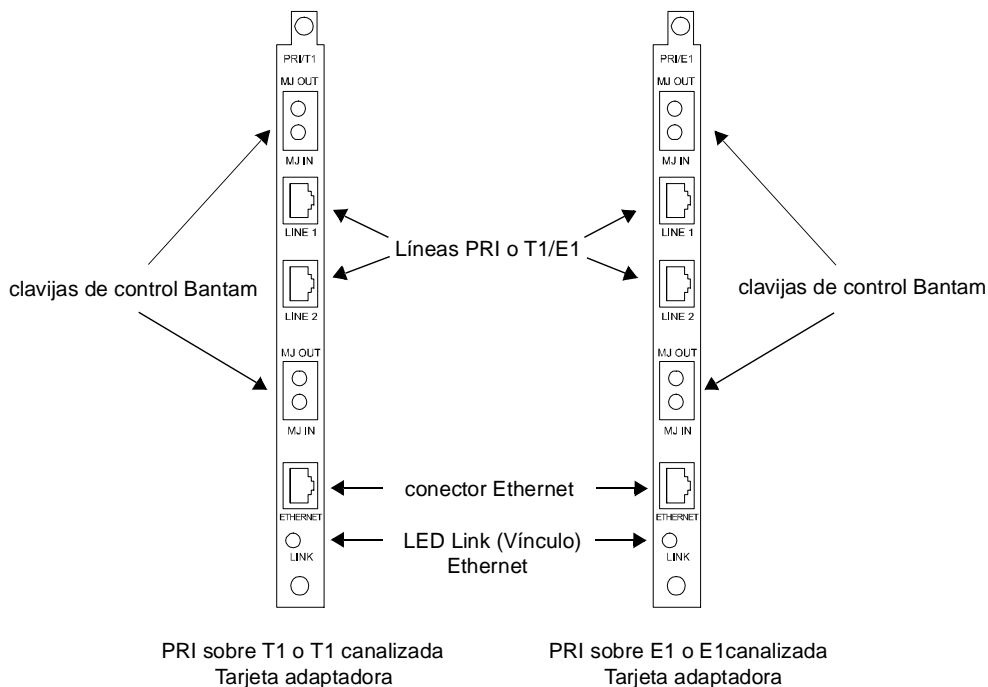
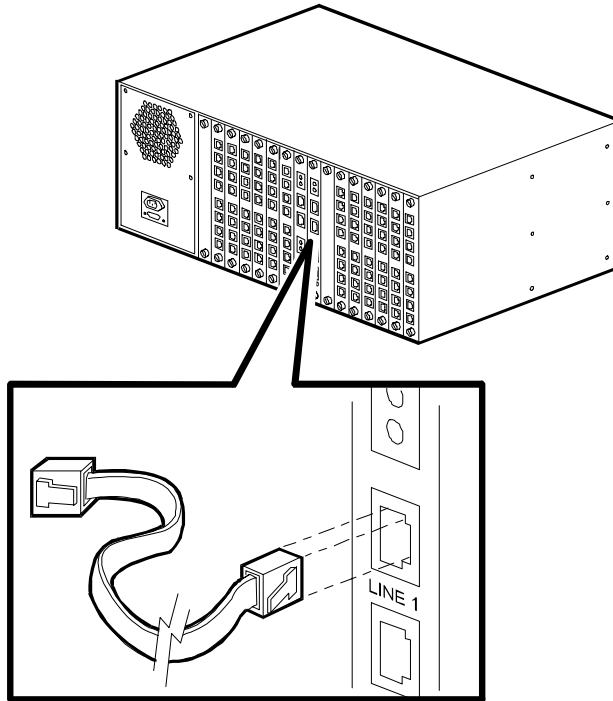

Figura 2-3. Las tarjetas adaptadoras PRI
Figura 2-4. Conectar los cables a la tarjeta adaptadora PRI
5. Conecte un cable RJ48 en la clavija RJ48 de la Línea 1 tal como se ve en la Figura 2-4. Conecte un segundo cable RJ48 a la clavija RJ48 de la Línea 2. Los conectores de la tarjeta adaptadora PRI se muestran en la Figura 2-3.